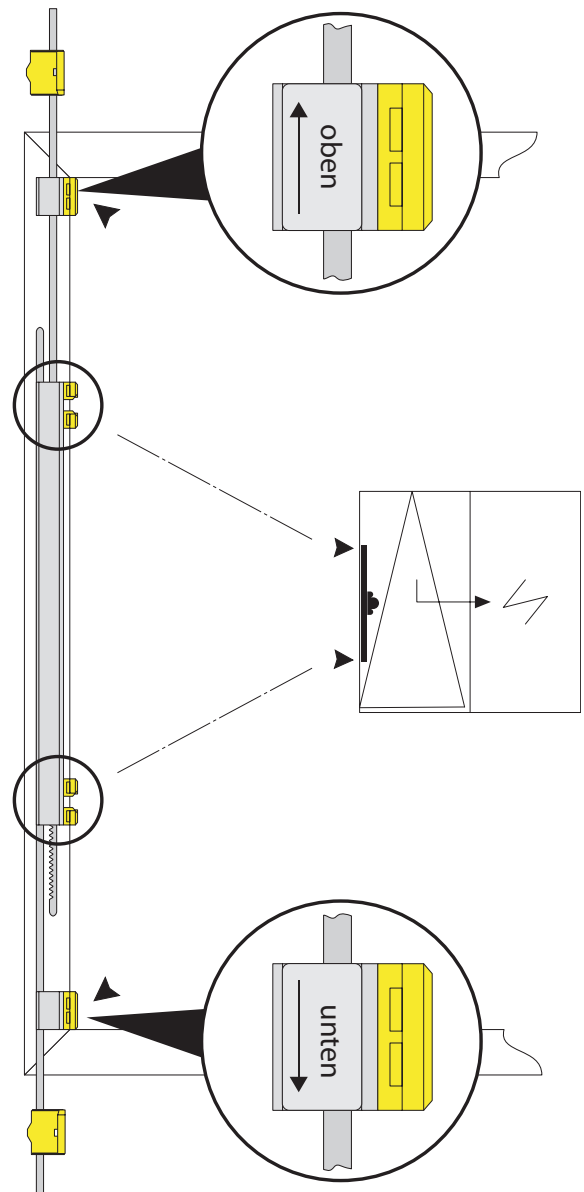

Bild 10: Schließbleche für GAM
Schließbleche für GAM (Bild 10)
1. Entsprechende Anschlaghilfe mit der Beschriftung „oben/unten“ anlegen. (Bild 10)